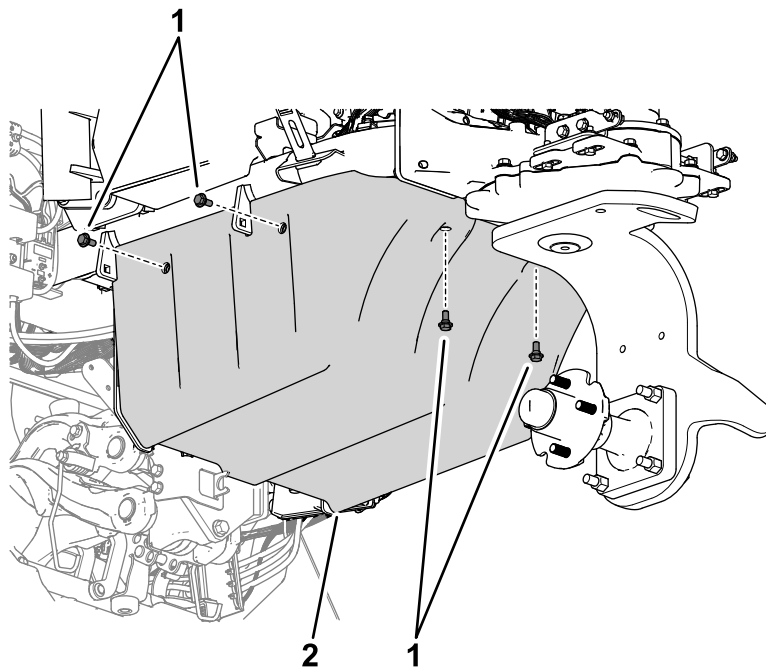

**Bild 32**
1. Montieren Sie die 6 Blechmuttern an den Laschen an der oberen und der unteren Montageplatte (Bild 32).